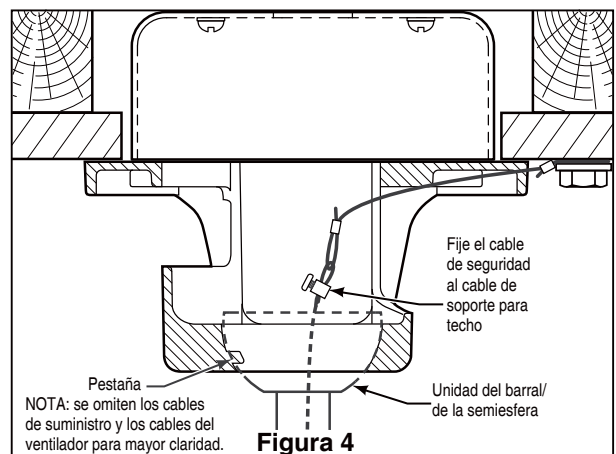

Figura 4
4. Instale el pasador y el pasador de horquilla, y apriete los tornillos de fijación. El pasador y el pasador de horquilla deben estar instalados correctamente para evitar que los tornillos de fijación se aflojen. (Figura 4)
4. Levante cuidadosamente el ventilador y coloque el ensamble de la bola para colgar/varilla en la abrazadera para colgar que acaba de fijar a la caja de salida. Asegúrese de que la ranura de la bola esté alineada con la lengüeta de la abrazadera para colgar. (Figura 4)
5. Fije el cable de seguridad al cable de soporte para techo. Deslice la abrazadera de cables por el cable de seguridad (del ventilador). Pase el extremo del cable a través del aro que forma el cable de soporte para techo. Tire lo más posible del cable a través del aro. Inserte el extremo del cable en el orificio de la abrazadera y ajuste firmemente el tornillo. (Figura 4)
4. Si desea que el flujo de aire se desplace en la dirección opuesta, apague el ventilador y espere a que las aspas se detengan. Luego deslice el conmutador inversor a la posición contraria y vuelva a encender el ventilador. (Figura 4)